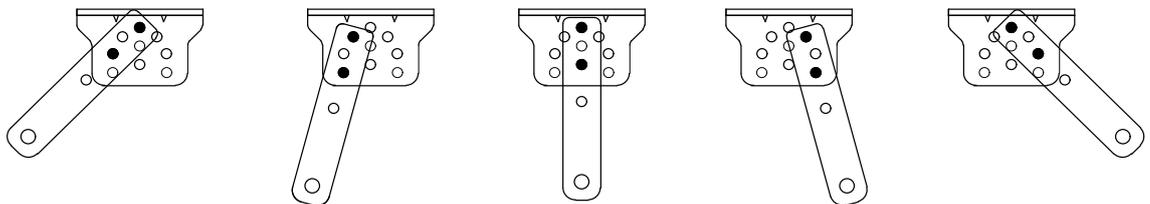

Figura 5
B) O suporte de ligação e o suporte de parede podem ser ligados de acordo com diferentes condições, ver figura 5.